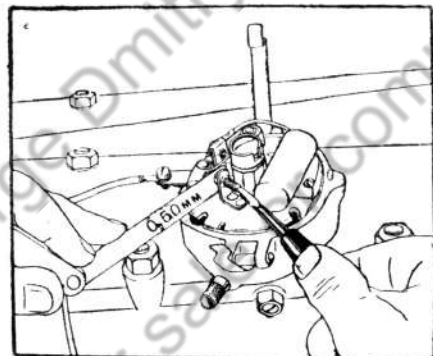

Рис. 19. Установка зазора между контактами прерывателя
1. Установить зазор между контактами прерывателя (рис. 19) в пределах 0,45—0,55 мм.